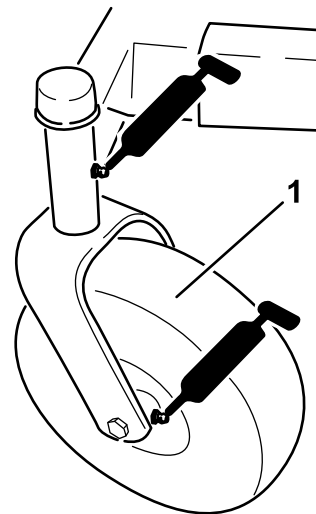
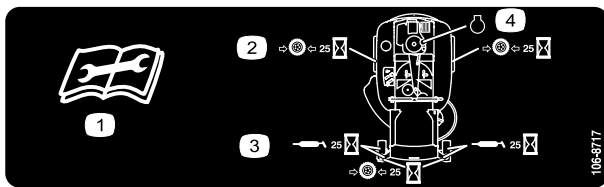

Figura 24
Figura 25
3. Limpie con un trapo los puntos de engrase (Figura 24) y (Figura 25). Asegúrese de rascar cualquier pintura que hubiera sobre los puntos de engrase.
4. Conecte una pistola de engrasar a cada punto de engrase (Figura 24 y Figura 25). Bombee grasa hasta que empiece a rezumar grasa de los cojinetes.